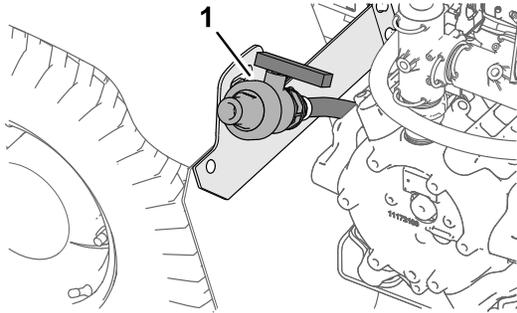

Figura 36
2. Localice la válvula de vaciado del depósito situada en el guardabarros trasero izquierdo de la máquina (Figura 36).